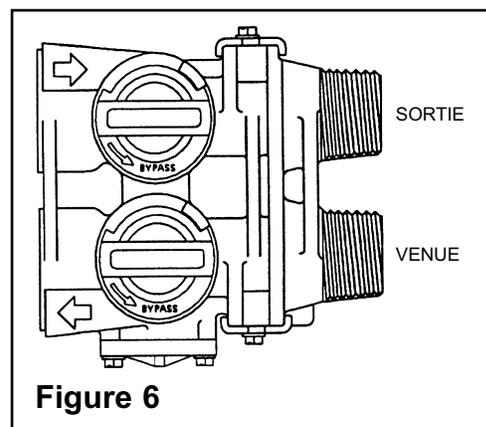

Figure 6
11. Assurez-vous de laisser la soupape de dérivation en position du service normal (voir figure 6, page 6).
Détournement manuel (Figure 6)